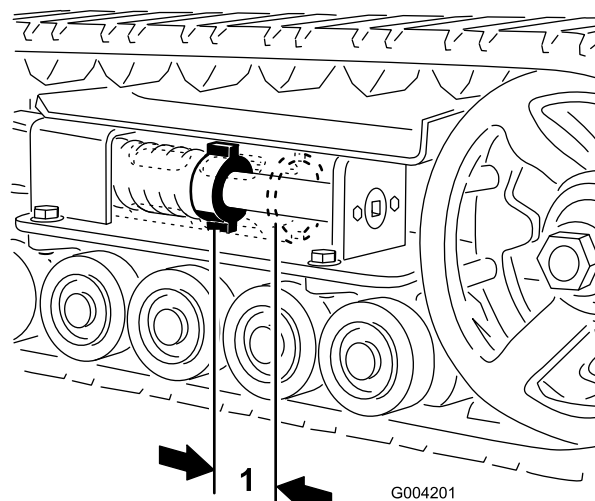
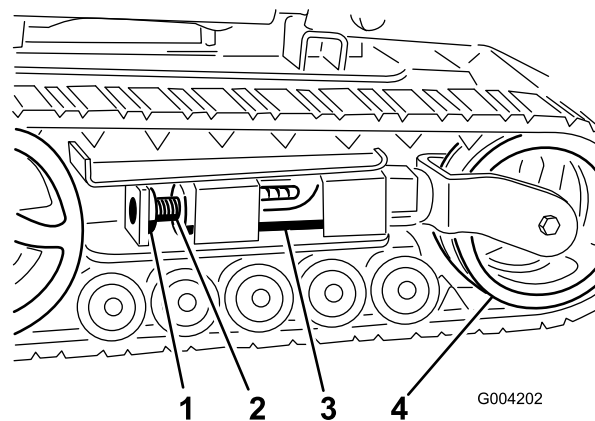
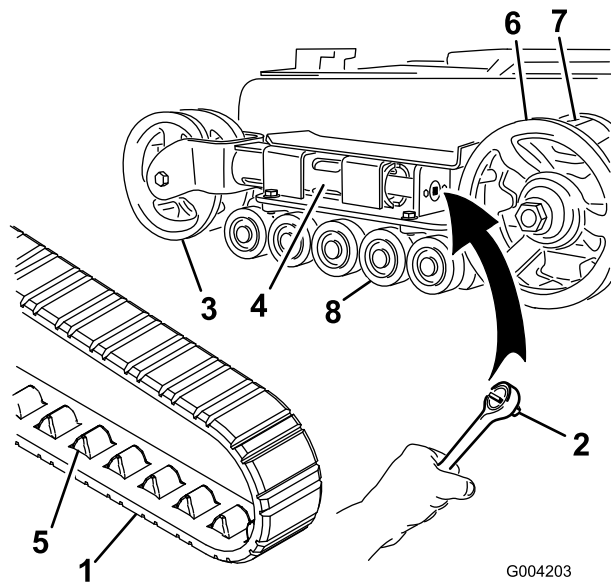
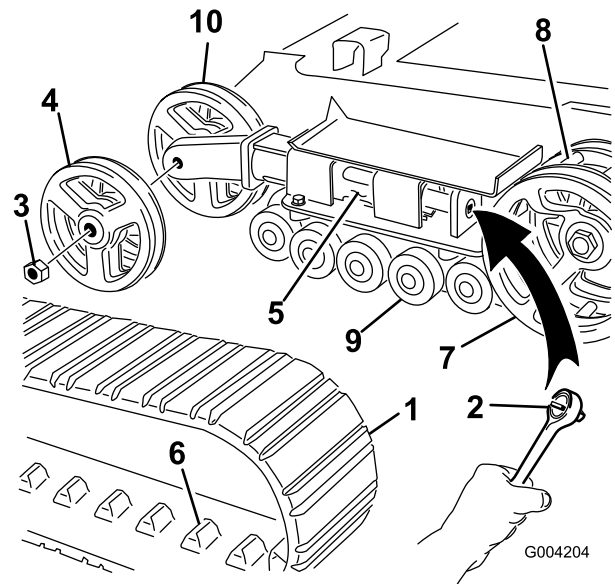

Figura 41
Figura 42
Figura 43
Figura 44
Deve esserci uno spazio di 7 cm tra il dado di tensionamento e la parte posteriore del tubo di tensionamento (Figura 41). In caso contrario, regolare la tensione dei cingoli eseguendo la procedura di seguito riportata:
3. Togliere il bullone di bloccaggio e il dado (Figura 42).
4. Utilizzando una chiave a tubo da 1/2 pollice (13 mm) (Figura 43), girare la vite di tensione in senso antiorario fino a portare la distanza tra il dado di tensione e la parte posteriore del tubo di tensione (Figura 41) a 7 cm.
5. Allineare l'intaglio più vicino della vite di tensione al foro del bullone di bloccaggio e fissare la vite con il bullone di bloccaggio e il dado (Figura 42).
4. Utilizzando una chiave a tubo da 1/2 pollice (13 mm), scaricare la tensione girando la vite di tensione in senso orario (Figura 42 e Figura 43).
5. Spingere la ruota di tensione verso il retro dell'unità in modo da spostare il tubo di tensione contro il telaio (Figura 43). (se non riesce a toccare il telaio, continuare a girare la vite di tensione fino ad ottenere il contatto).
7. Dopo avere liberato il cingolo dalla ruota di tensione, toglierlo dalla ruota conduttrice e dalle ruote non motrici (Figura 43).
8. Avvolgete il nuovo cingolo iniziando dalla ruota conduttrice e controllando che i denti del cingolo si allentino tra i distanziali della ruota stessa (Figura 43).
9. Spingere il cingolo sotto e tra le ruote non motrici (Figura 43).
11. Girare la vite di tensione in senso antiorario fino a portare la distanza tra il dado di tensione e la parte posteriore del tubo di tensione (Figura 41) a 7 cm.
4. Utilizzando una chiave a tubo da 1/2 pollice (13 mm), scaricare la tensione girando la vite di tensione in senso orario (Figura 42 e Figura 44).
5. Spingere la ruota di tensione verso il retro dell'unità in modo da spostare il tubo di tensione contro il telaio (Figura 44). (se non riesce a toccare il telaio, continuare a girare la vite di tensione fino ad ottenere il contatto).
6. Togliere il dado di fissaggio della ruota di tensione esterna e rimuovere la ruota (Figura 44).
7. Togliere il cingolo (Figura 44).
8. Togliere il dado di fissaggio della ruota di tensione interna e rimuovere la ruota (Figura 44).
12. Montare la ruota di tensione interna e fissarla con il dado tolto in precedenza (Figura 44).
14. Montare il nuovo cingolo, accertandosi che gli attacchi del cingolo si inseriscano tra i denti al centro della ruota conduttrice (Figura 44).
15. Montare la ruota di tensione esterna e fissarla con il dado tolto in precedenza (Figura 44).
17. Girare la vite di tensione in senso antiorario fino a portare la distanza tra il dado di tensione e la parte posteriore del tubo di tensione (Figura 41) a 7 cm.